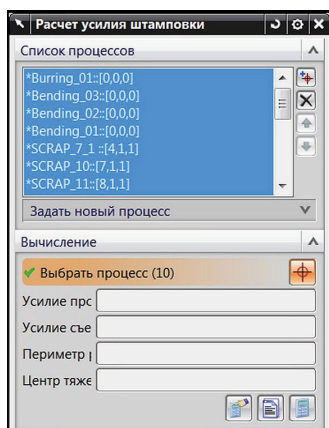

Рис. 6.21. Выделение всех процессов для проведения вычислений
13. Выделите все операции в **Списке процессов** с целью вычисления общего усилия и центра давления (рис. 6.21). Нажмите на кнопки **Расчет – ОК**.